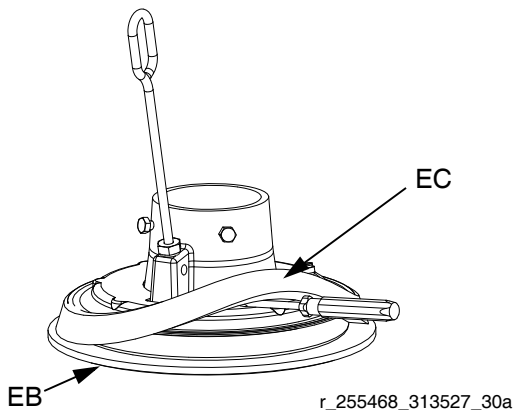

FIG. 17: Espaciador deslizante
3. Con la mano incline el espaciador (EC) y sáquelo del plato, tirando de él hacia abajo sobre la brida y los rascadores inferiores (EB). Consulte la FIG. 17.
4. Guarde el espaciador (EC), pues será necesario para otras aplicaciones.
2. Asegúrese de que el diámetro mayor del espaciador (EC) mire **hacia abajo**. Con la mano, haga subir el espaciador (EC) sobre el plato hasta pasar completamente por encima de la brida. Consulte la FIG. 17.